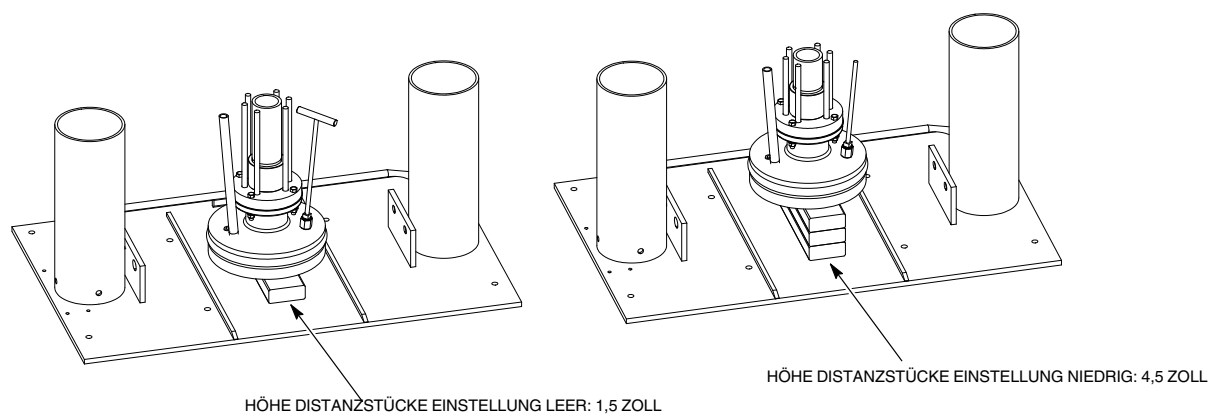

Abb. 4 Höhe Distanzstücke für Werkeinstellungen
2. Wie in Abb. 4 gezeigt Distanzstücke auf die Basisoberfläche des Rahmens setzen. Mithilfe des Hebwerksteuerventils des Rhino SD2/XD2 Fassentleerers den Stempel auf die Distanzstücke absenken.
3. Die Schrauben (3) lösen, die die Einstellplatte (4) halten. Die Einstellplatte bewegen, bis die LED (5) des entsprechenden Näherungssensors aufleuchtet. Die Schrauben (3) fest anziehen.
7. Falls entfernt, die Niederhalterfüße (1) wieder am Rahmen (2) installieren.
HINWEIS: Siehe Abb. 4. Distanzstücke mit der richtigen Höhe bereithalten, bevor die folgenden Schritte ausgeführt werden.